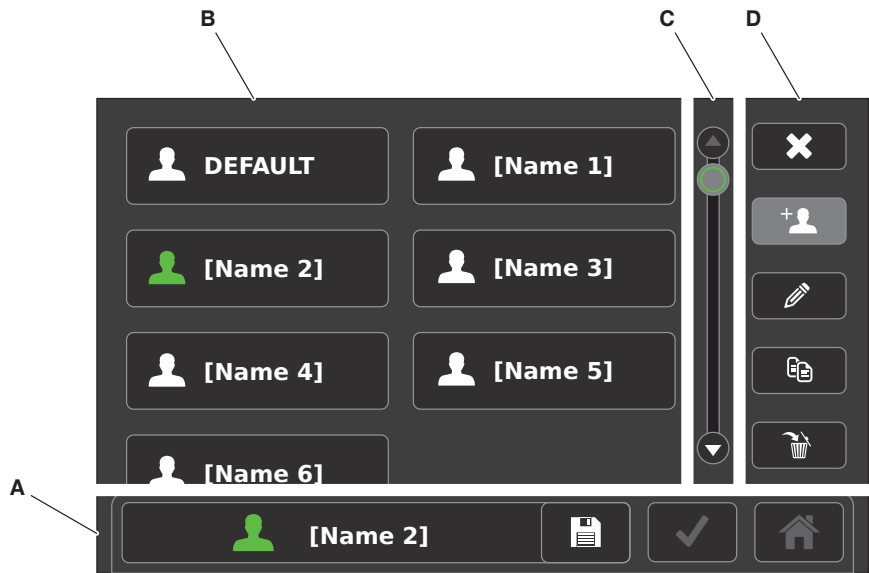

Figure 11 – Écran des préréglages
- 2. Appuyer sur le bouton d'enregistrement (Figure 11).